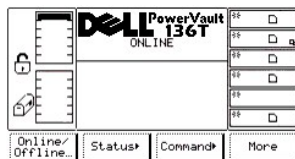

Figure 15. Menu principal (écran initial)
Le microprogramme effectue une opération d'auto-test, auto-configuration et auto-inventaire. Une fois toutes les procédures du microprogramme terminées, l'écran LCD du panneau de commande affiche le menu principal (écran initial). Le menu principal est illustré à la Figure 15.
Étape 1 Si la bibliothèque LTO Dell PowerVault 136T est en ligne, tel qu'illustré à la Figure 15, appuyez sur le bouton au-dessous de la touche de fonction Online/Offline (en ligne/hors ligne).